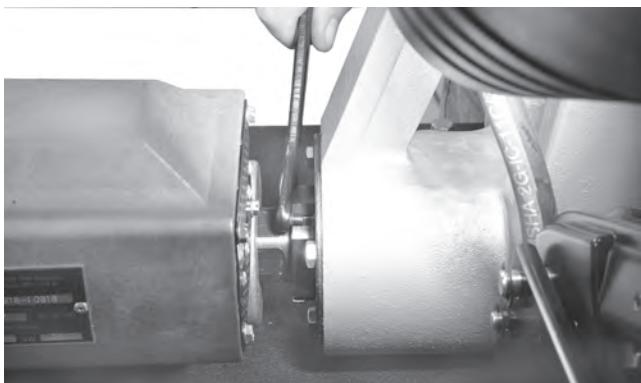

Figure 24 – Desserrer et retirer l'écrou de retenue de l'arbre d'entraînement
- Utilisez la clé fournie pour retirer l'écrou de retenue du roulement d'arbre d'entraînement (Figure 24).